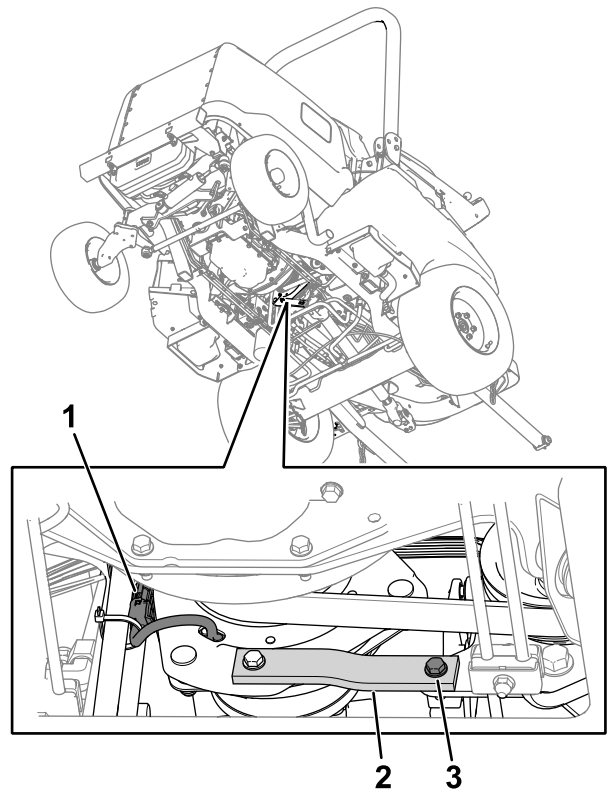

Bild 79
2. Ziehen Sie den Anschluss des Kabelbaums der Kupplung vom Maschinen-Kabelbaum ab (Bild 79).
3. Entfernen Sie die Schraube, Unterlegscheibe und Mutter vom Gummiband (Bild 79) am Rahmen.